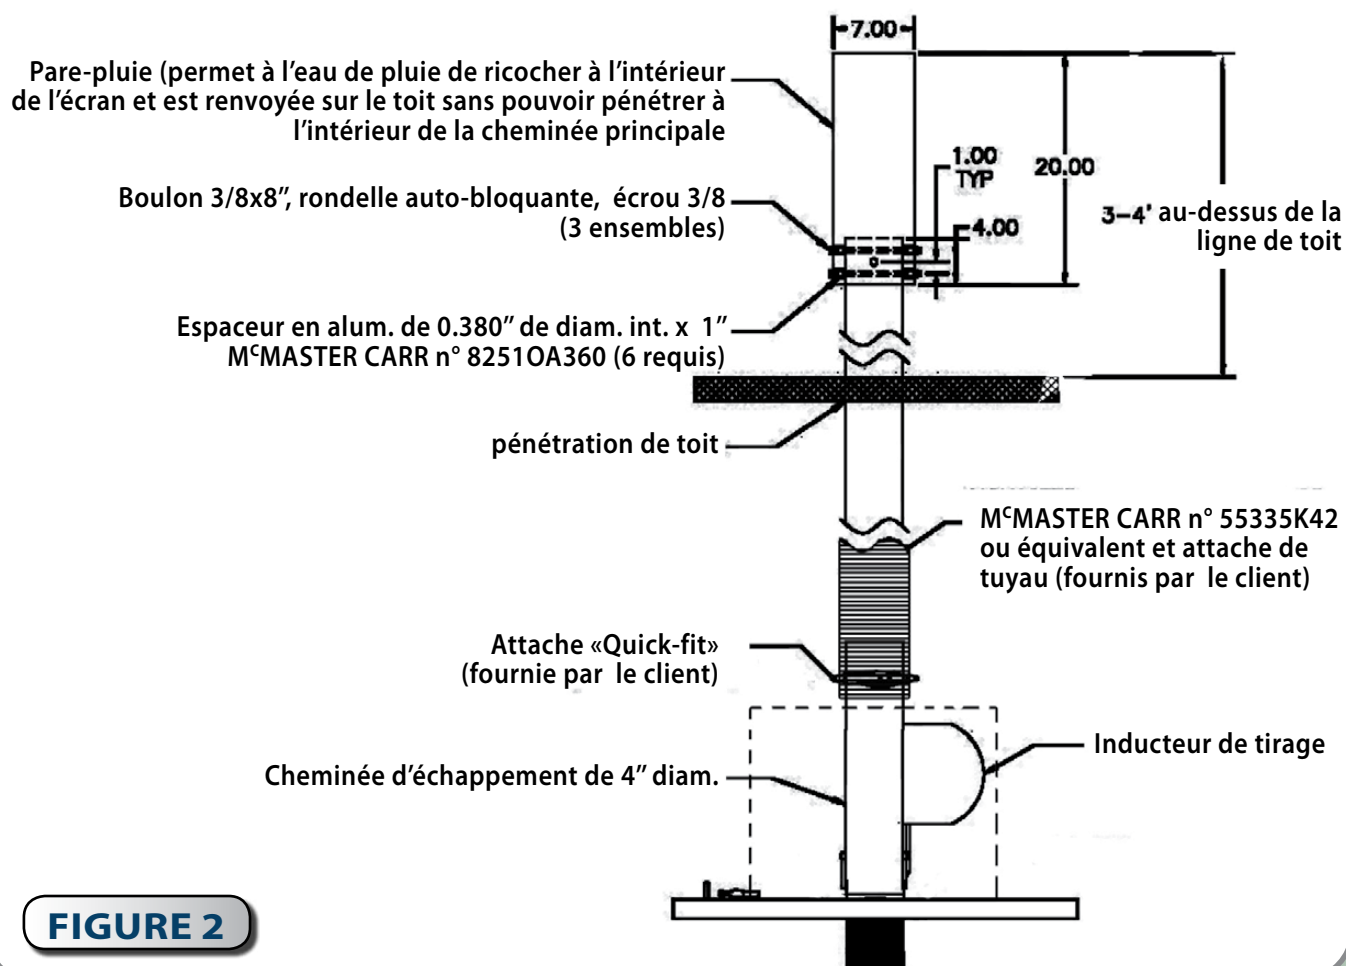

FIGURE 2
- 2. Cheminée d'évaporateur :** La cheminée d'évaporateur ECOPURE doit être installée selon le dessin figure 2. L'évaporateur est livré avec un inducteur de tirage, une pince de conduit « Quick-Fit ® » et un adaptateur de tuyau « Quick-Fit ® ». Tous les articles mentionnés ci-dessus sont expédiés pré-assemblés. Avant d'installer la cheminée de l'évaporateur, ouvrez le couvercle et vérifiez que le filtre a fumées est fermement installé dans son boîtier.